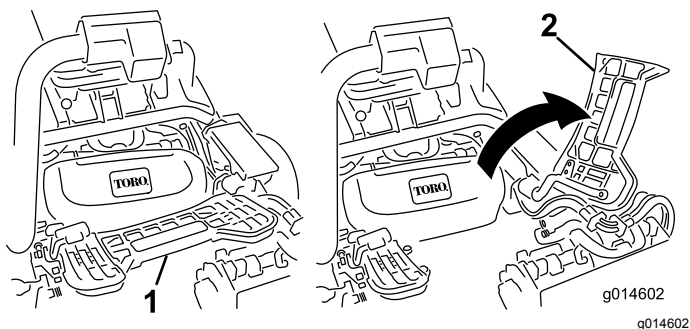

Рисунок 28
1. Поднимите и поверните вверх подножку, открывая доступ к центральному режущему блоку (Рисунок 28).